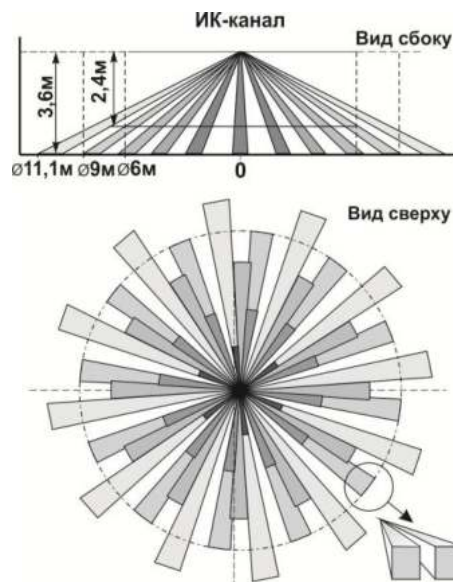

Рисунок 2
2.1 Принцип действия основан на регистрации двухплоскостным пироэлектрическим приемником изменений потока теплового излучения, возникающих при пересечении человеком зоны обнаружения, которая состоит из чувствительных зон. Каждая чувствительная зона состоит из двух элементарных чувствительных зон (рисунок 2).